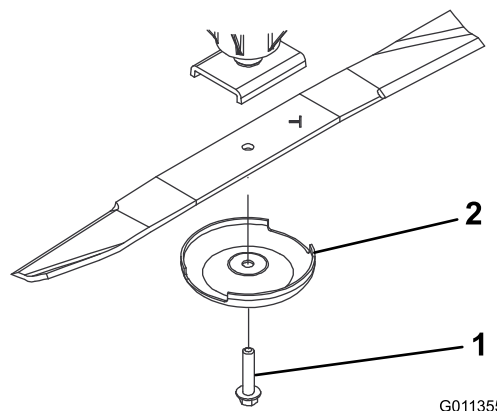

Figura 83
2. Fixe a extremidade da lâmina utilizando um pedaço de tecido ou uma luva grossa. Retire o parafuso da lâmina, o recipiente antidanos e lâmina do eixo (Figura 83).
3. Instale a lâmina, com a aba voltada para a plataforma de corte, com o recipiente antidanos e o parafuso da lâmina (Figura 83). Aperte o parafuso da lâmina com 115–149 N·m.